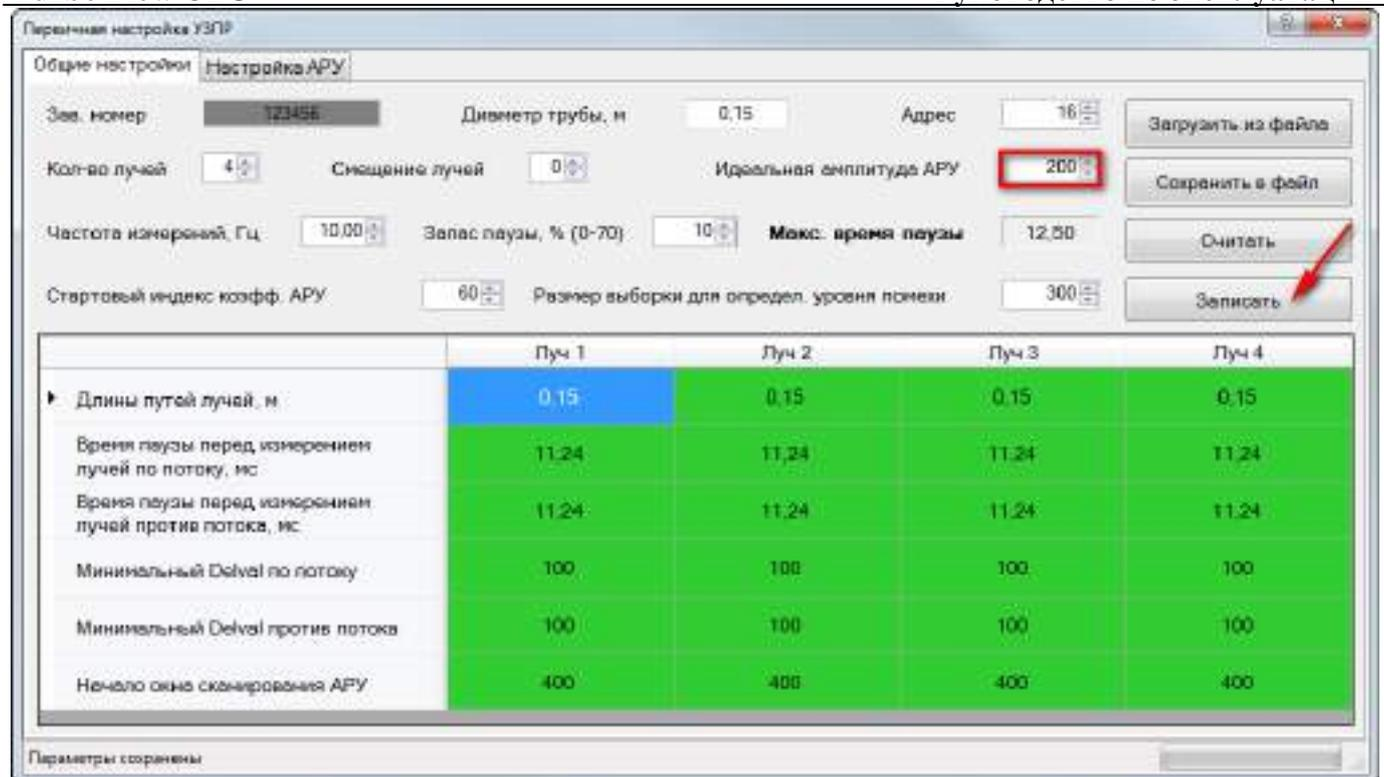

Рисунок 5.2 – ЭФ Первичная настройка расходомера
- в открывшемся окне (Рисунок 5.2) ввести новое значение идеальной амплитуды АРУ и нажать кнопку "Записать".